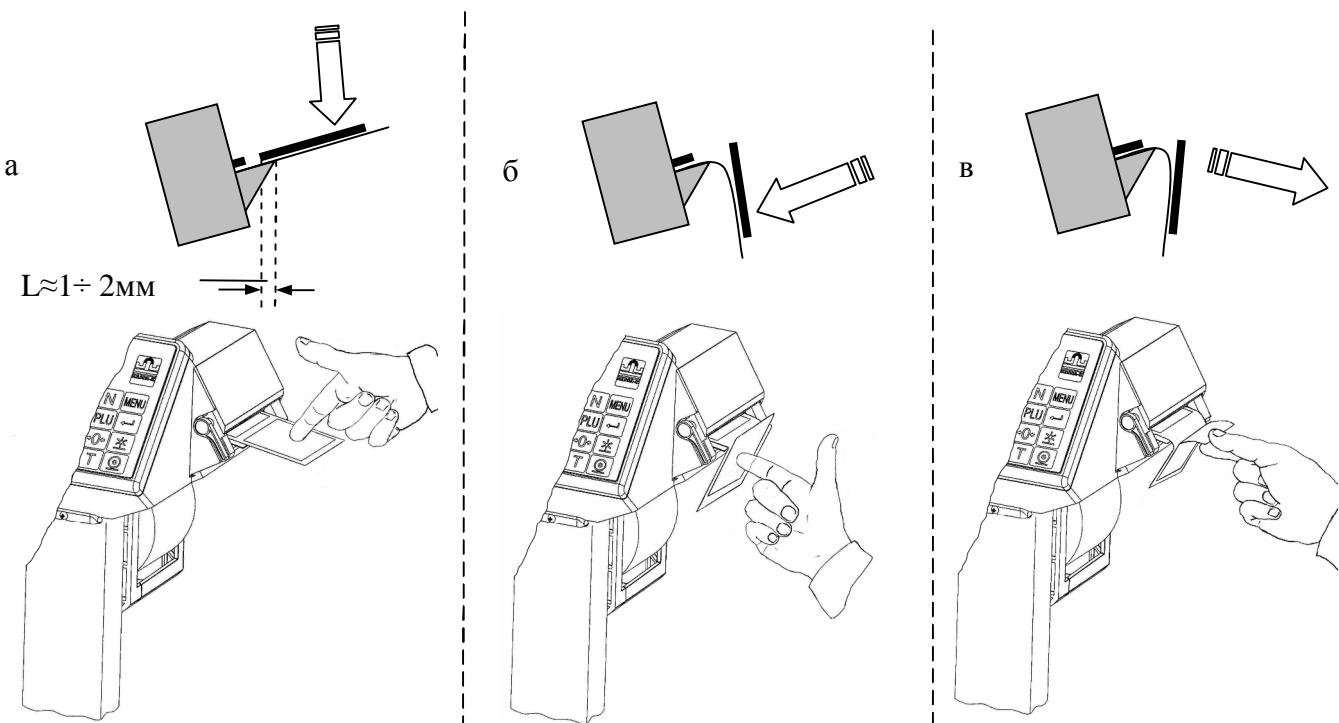

Рисунок 6.7 - Отделение этикетки
- после печати этикетка выйдет из принтера и остановится над отделительной пластиной (рис. 6.7а);
- легким нажатием указательного пальца отклонить этикетку вниз вместе с лентой (рис. 6.7б). Край этикетки отделяется от ленты;
- снять этикетку с ленты, удерживая ее за верхний край большим и указательным пальцами (рис. 6.7в).
3 Если край этикетки не отделяется при нажатии или отделяемый край слишком мал, то необходимо откорректировать место остановки этикетки. Рекомендованное место остановки, когда край этикетки не доходит до конца отделительной пластины на  $1\div2$  мм (см. рис. 6.7а). Порядок изменения места остановки этикетки описан в разделе 7.1.2.3.
Удобное отделение этикетки обеспечивается, когда расстояние L между концом этикетки и краем отделительной пластины после распечатки составляет 1÷2 мм (см. рис. 6.7а).